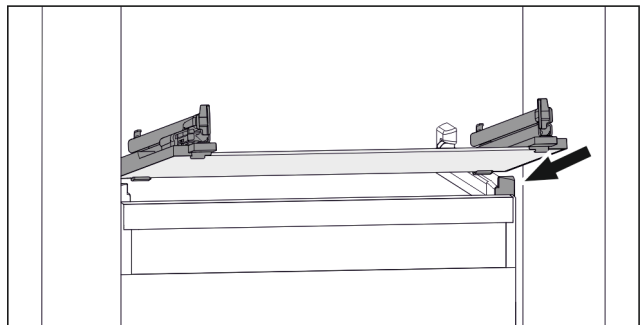

Fig. 161 Beispielhafte Darstellung der Glasplatte
- ▶ Glasplatte schräg hinter den Stopperrastensystemen aufsetzen. (siehe *Fig. 161*)